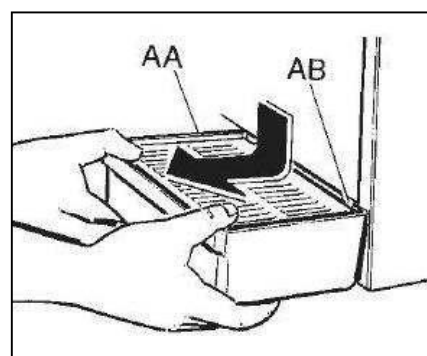

Fig. 21
-Démonter le bac de récupération gouttes (AA) en le tournant légèrement vers le haut et en le tirant vers l'extérieur (voir fig.21).